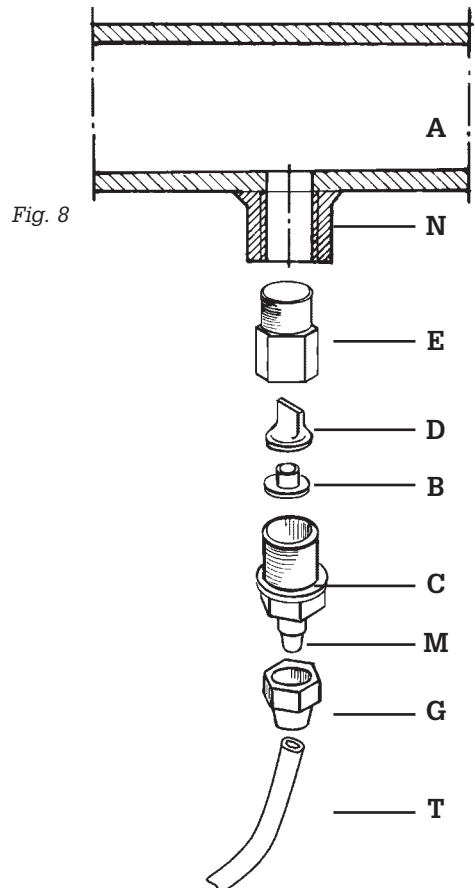

Fig. 8
- f. - Aplicar un empalme de acero de 3/8" rosca tipo gas, hembra en el conducto de la instalación que se debe tratar, en el punto más adecuado para efectuar la inyección del producto que se va a dosificar. Dicho empalme no está incluido en el suministro. Atornillar la válvula de inyección en el empalme, utilizando teflón como guarnición (Fig. 8), conectar el tubo al empalme cónico de la válvula de inyección, y fijarlo con la virola G. La válvula de inyección es a su vez, válvula de retención.
### 3.1. - ESQUEMA DE MONTAJE DE LA VÁLVULA DE INYECCIÓN Fig. 8